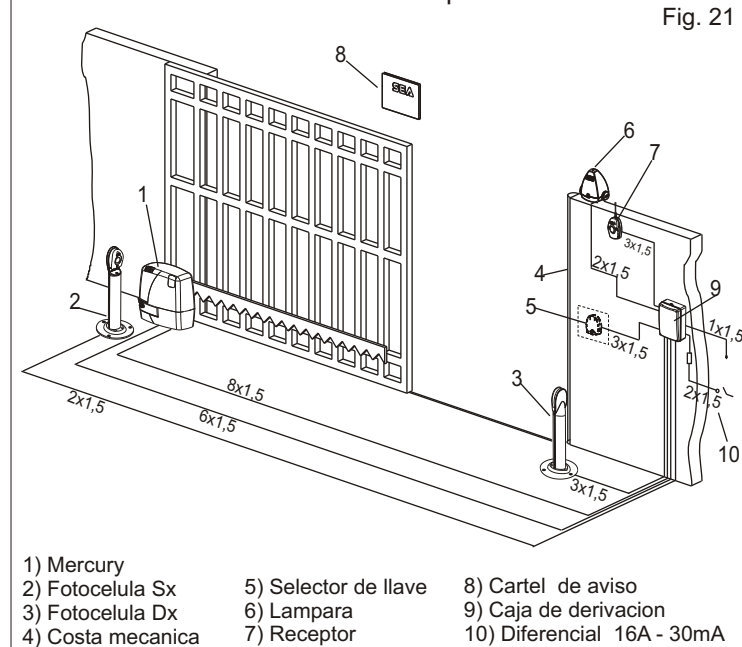

Fig. 21
9. CONEXIONES ELECTRICAS DE LA INSTALACION (Fig. 21)